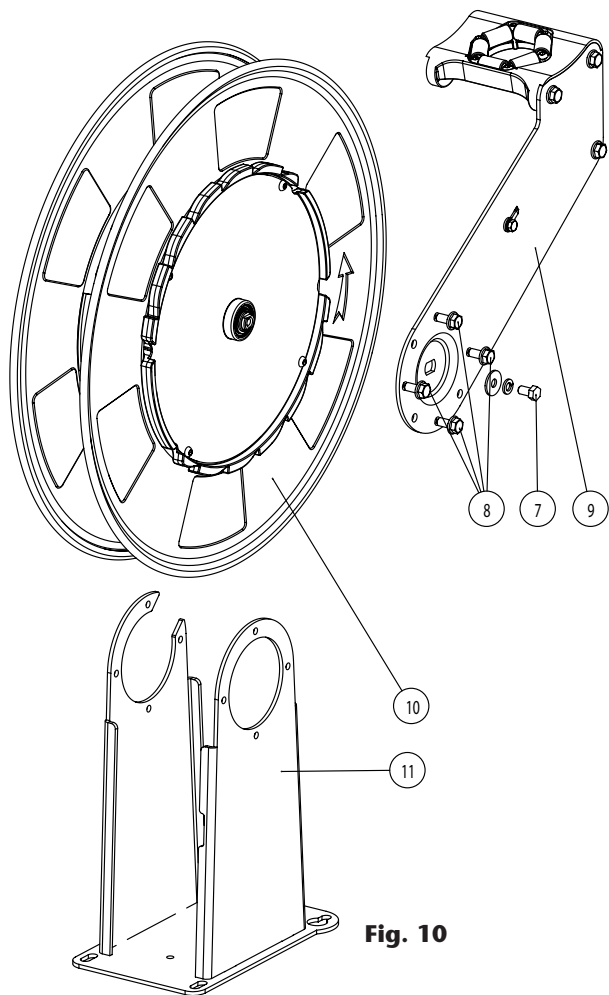

Fig. 10
6. Remove the upper arm (9) (fig.10) loosening the bolt (7) (fig.10). The spool will be disconnected from the frame. Next, loosen the bolts (8) (fig.10) and remove the upper arm.
6. Desmonte el brazo (9) (fig. 10). Para ello, primero afloje el tornillo (7) (fig. 10) que liberará el eje del bastidor dejando el tambor suelto. Después, afloje los tornillos (8) (fig. 10) y retire el brazo.